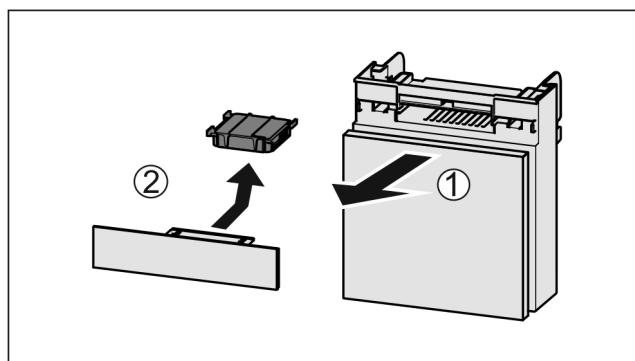

Fig. 140
- Издърпайте Fig. 140 (1) напред от отделението.
- Извадете Fig. 140 (2) филтъра с активен въглен.